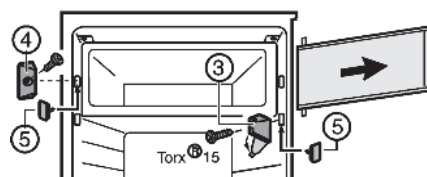

Fig. 3
- ▶ Ouvrir le cache du support d'appui Fig. 3 (3).
- ▶ Dévisser le support d'appui Fig. 3 (3) avec la porte du compartiment.
- ▶ Dévisser l'élément de fermeture Fig. 3 (4).
- ▶ Boucher les trous à l'aide des bouchons Fig. 3 (5) fournis.